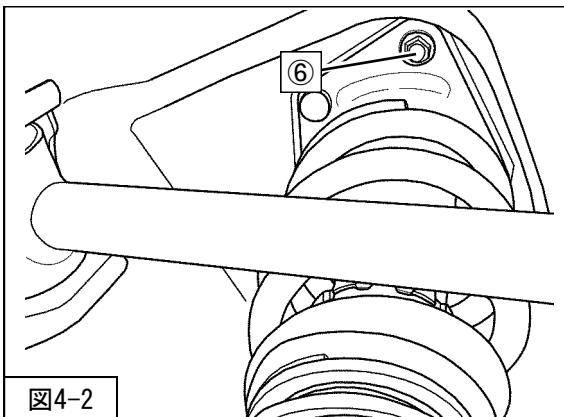
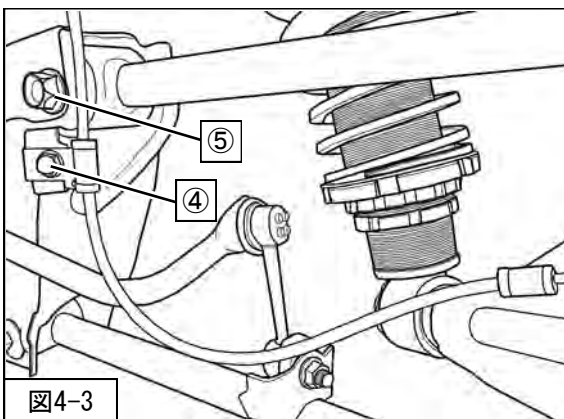

図4-2
図4-3
5. ⑥アップパーマウント取付ボルト（締付トルク：23.5～31.7N・m）を取付けてください。（図4-2）
6. ⑤アップパーアーム取付ボルト（締付トルク：75.5～102N・m）
④ABSセンサハーネス取付ボルト（締付トルク：18.6～25.5N・m）
③スタビライザリンク取付ナット（締付トルク：43.1～60.8N・m）を取付けてください。（図4-3・4-4）